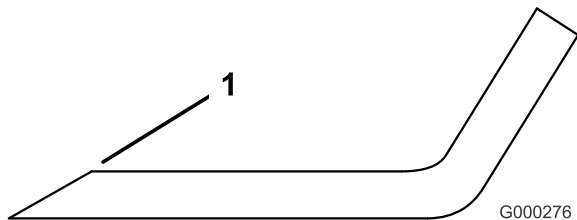

Figura 67
1. Afie a extremidade de corte em ambas as extremidades da lâmina (Figura 67). Mantenha o ângulo original. A lâmina manterá o equilíbrio se for retirada a mesma quantidade de material de ambas as extremidades de corte.